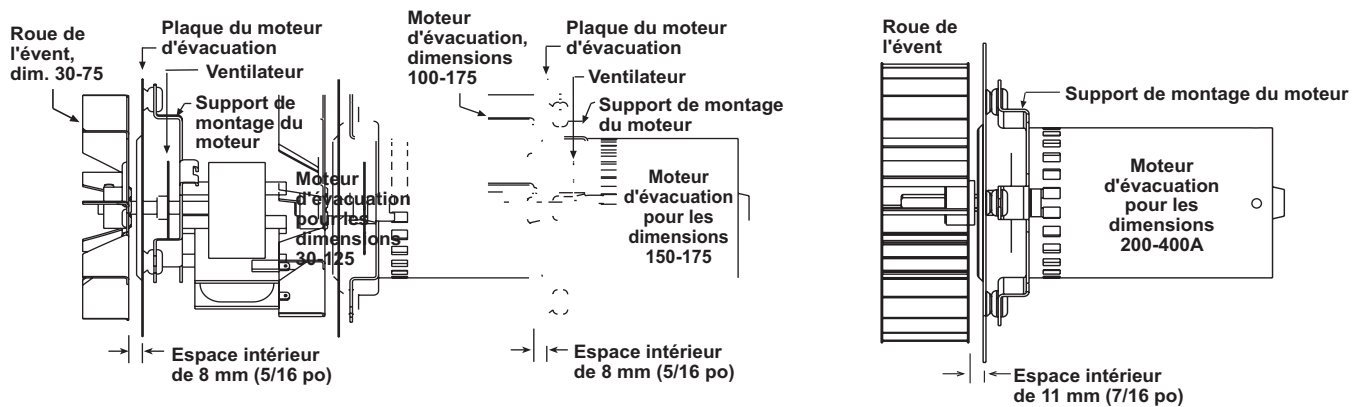

Figure 24. Position de la roue d'aération sur l'arbre
6. Remontez le tout à l'aide du moteur et de la roue d'aérateur de rechange (voir Figure 24).